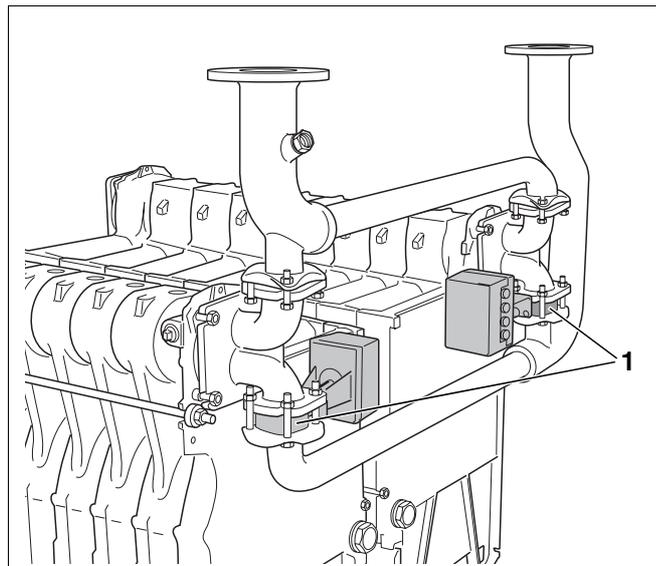

Fig. 35 Valvole di regolazione a due vie
Per garantire un impeccabile funzionamento della caldaia, dovete assolutamente osservare le condizioni di esercizio. Vengono utilizzate due valvole di regolazione a due vie con servomotore (fig. 35, **pos. 1**).